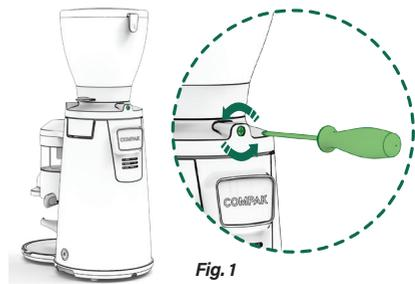

Fig. 1
11.3.1. Apagar el molino asegurándose que el interruptor de alimentación principal (13) está en la posición **OFF**. Desconectar el enchufe de la fuente de electricidad y aflojar el tornillo de seguridad de la tolva (3) utilizando un destornillador Phillips como se puede ver en (Fig. 1).